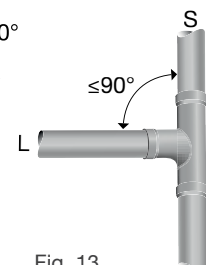

Fig. 13
- Liggande ledning (L) ska anslutas till stående ledning (S) med grenrör med vinkel  $\alpha \leq 90^\circ$ . Se fig. 13.